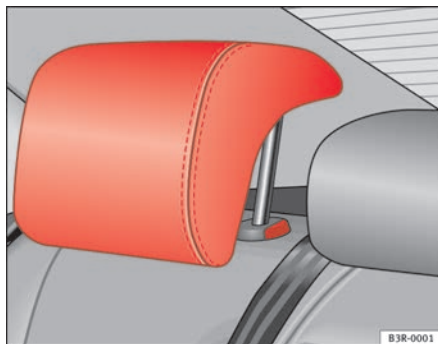

Fig. 5 Poggiatesta in posizione di utilizzo
- Due posizioni **di utilizzo** ⇒ **fig. 5**. In queste posizioni il poggiatesta agisce come un poggiatesta convenzionale, assumendo, assieme alla cintura di sicurezza, una funzione di protezione per i passeggeri dei sedili posteriori.